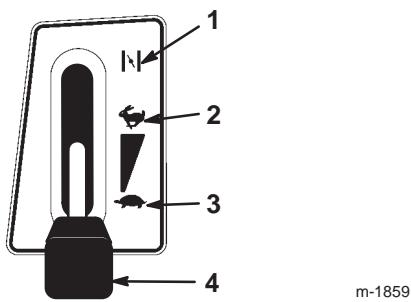

Figure 8
- Placez la manette d'accélérateur en position de starter (Fig. 8).
7. Lorsque le moteur a démarré, amenez progressivement la manette d'accélérateur en position de régime maximum (Fig. 8). Si le moteur cale ou hésite, ramenez la manette d'accélérateur en position de Starter pendant quelques secondes, puis placez-la en position de régime maximum. Répétez l'opération si nécessaire.
1. Placez la manette d'accélérateur en position de ralenti (Fig. 8).